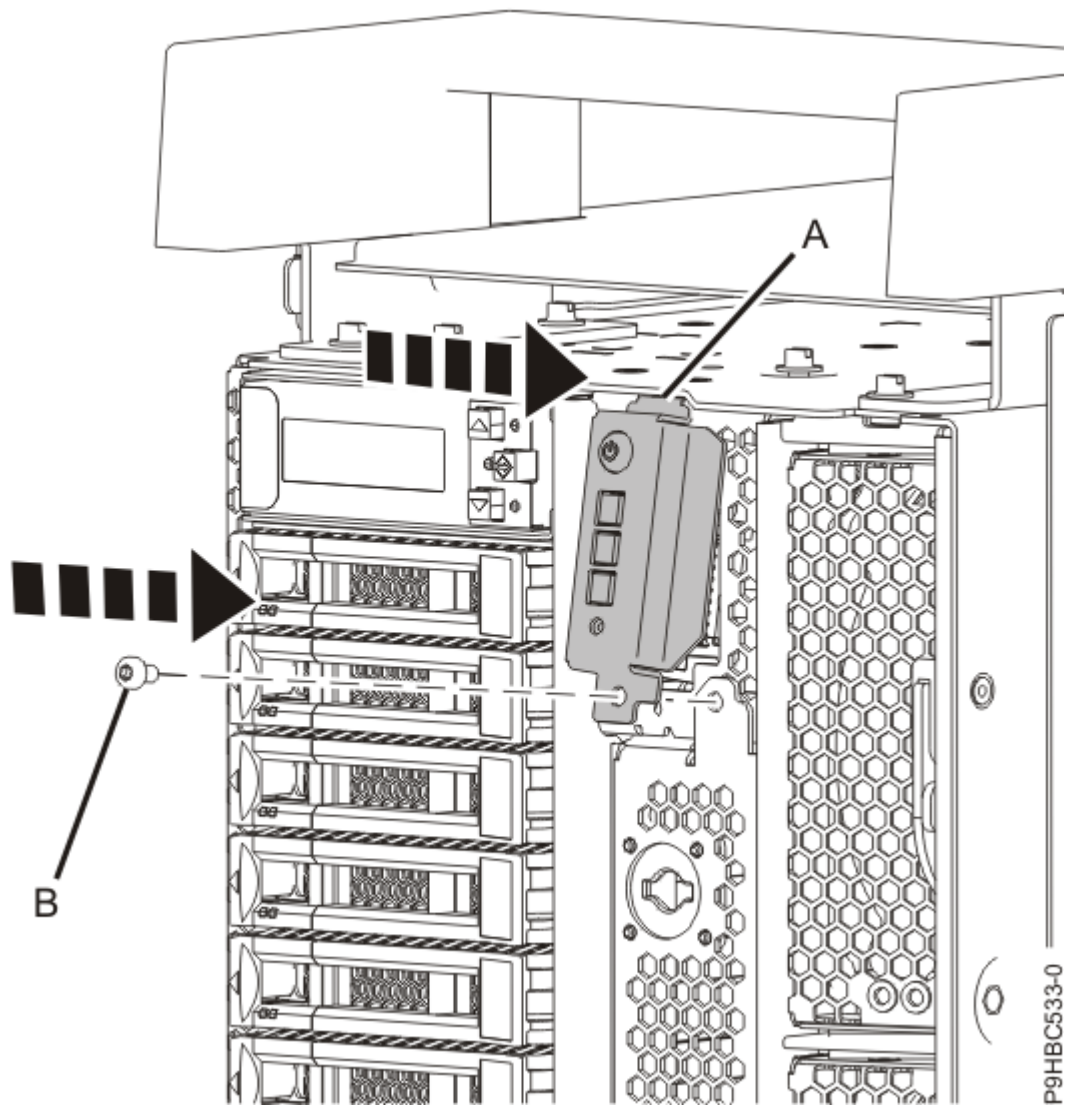

Figure 81. Fixation de l'écran du panneau de commande à un système autonome
- b) Faites pivoter le panneau de commande vers le haut pour verrouiller la patte supérieure **(A)**, comme illustré à la Figure 81, à la page 86, puis remettez en place la vis **(B)** qui fixe le panneau de commande au système.